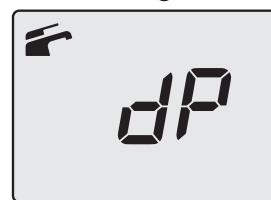

Figura 7.7
- Premere 3 volte il tasto 15 fino a far apparire sul display LCD le lettere **dp** (spazzacamino attivo in massimo sanitario) che si alternano con il valore di temperatura dell'acqua di riscaldamento (es. **60**), indicanti l'entrata nell'attivazione della "funzione spazzacamino" alla potenza massima in sanitario (Figura 7.7).